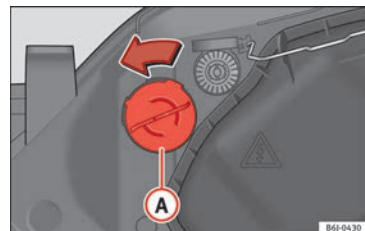

Abb. 188 Blinklicht
- Lampenträger »» **Abb. 188** ① nach links drehen und ziehen.